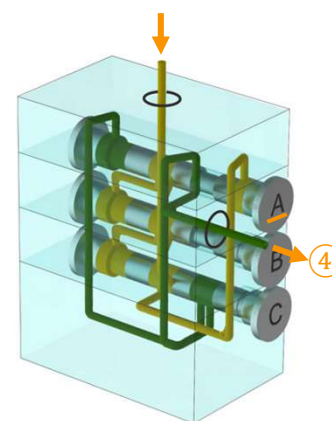

Abb. 9.4 D
Nach dem Verschieben des Kolbens C wird der Schmierstoff auf die linke Seite des Förderkolbens A (Abb. 9.4) gefördert und vom rechten Druckbereich des Förderkolbens zum Auslass ④ gefördert.